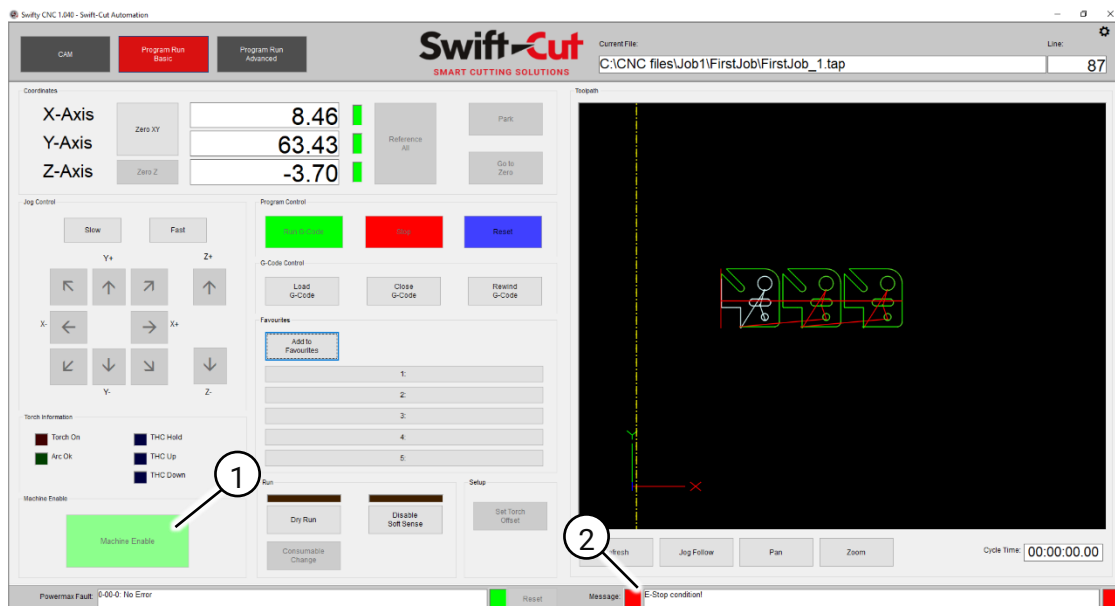

Fig. 69 Noodstop geactiveerd
1.2 Klik op 'Machine Enable' (Fig. 69 (1)) in het venster van de toepassing ('Basic' of 'Advanced'). In Fig. 69 is het venster 'Program Run Basic' weergegeven met in het storingsmeldingsveld 'E-Stop condition' (Fig. 69 (2)).